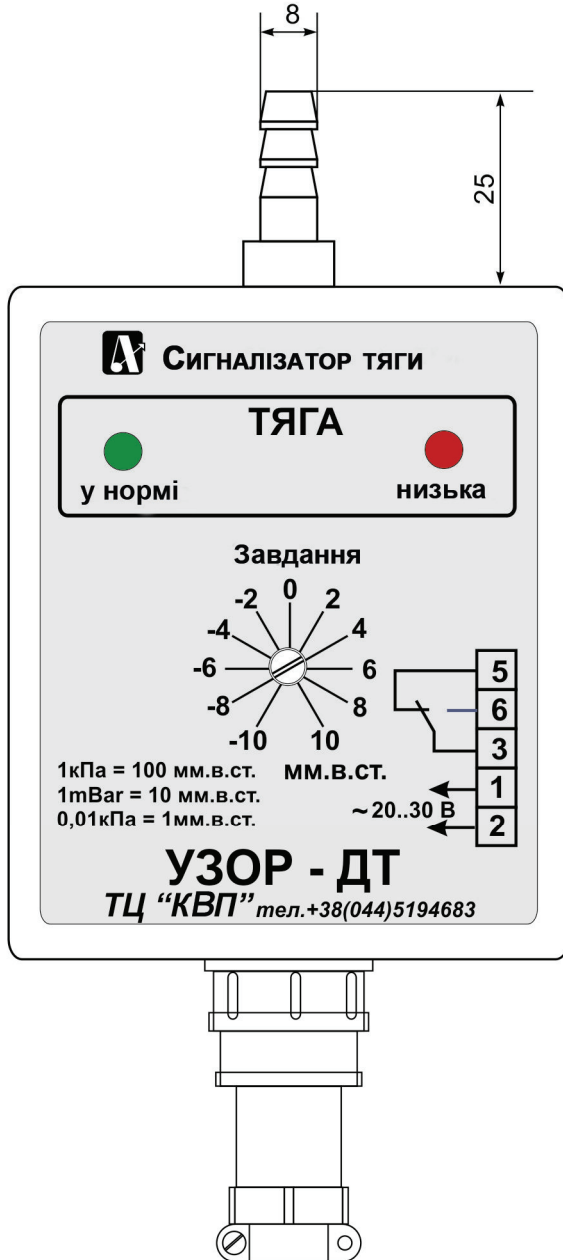

Рис.1 Зовнішній вигляд сигналізатора
4.2. Сигналізатор закритий кришкою прямокутної форми. Після зняття кришки відкривається доступ до друкованих плат та інших елементів сигналізатора. На лицьовій панелі приладу (рис.1) розташовані: світлодіодні індикатори включення реле і потенціометр для зміни уставки спрацьовування вихідного реле.